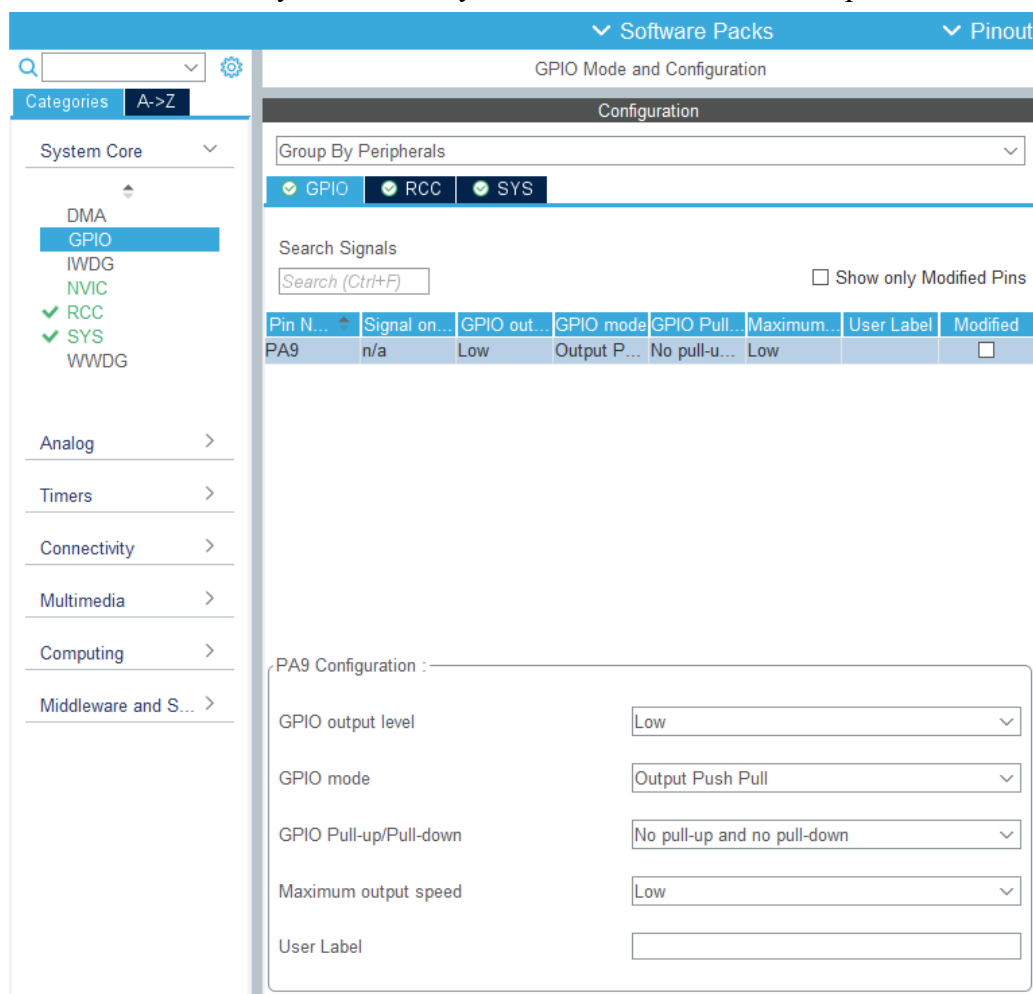

Рис. 1.6. Налаштування PA9.
1.15. Встановлені налаштування виводу PC13 повинні відповідати рис. 1.6.